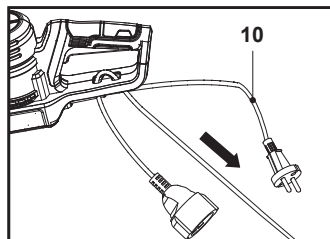

Fig. 3
2. Treci cablul prelungitor peste suportul de cablu (11) și trage ușor de cablul de alimentare (10) pentru a te asigura că este bine fixat (Fig. 3).